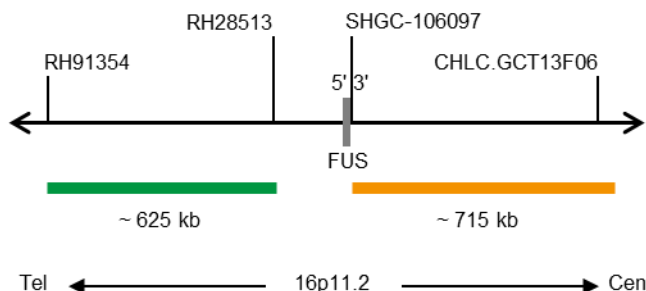

Fig. 1 : Carte de la sonde SPEC FUS (pas à l'échelle)
- Polynucléotides marqués au ZyGreen (excitation 503 nm/émission 528 nm) (~10 ng/μl), qui ciblent une séquence de 16p11.2* (chr16:30,383,304-31,007,836) distale de la région des points de rupture de FUS (voir figure 1).
- Polynucléotides marqués au ZyOrange (excitation 547 nm/émission 572 nm) (~4,5 ng/μl), qui ciblent une séquence de 16p11.2* (chr16:31,213,259-31,927,155) proximale de la région des points de rupture de FUS (voir figure 1).